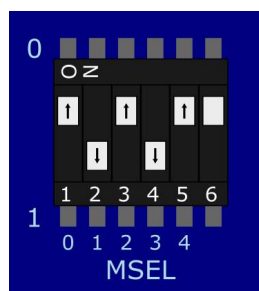

Рис. 82. Налаштування перемикачів MSEL на платі серії DE
6. Налаштуйте DE1-SoC для використання Linux. Спочатку переконайтеся, що плата DE-серії вимкнена, а потім вставте картку microSD Linux у microSD слот для карти. Перш ніж увімкнути плату, переконайтеся, що перемикачі MODE SELECT (MSEL), які знаходяться на нижній стороні плати, відповідають параметрам, зображеним на рис.82. Ці параметри налаштовують чіп SoC Cyclone V таким чином, що програмування ПЛІС відбувається за допомогою процесору ARM. Слід зазначити, що внесення цієї зміни до перемикачів MSEL не запобігає програмуванню ПЛІС за допомогою інших методів, наприклад, за допомогою програмування з середовища Intel Quartus Prime.